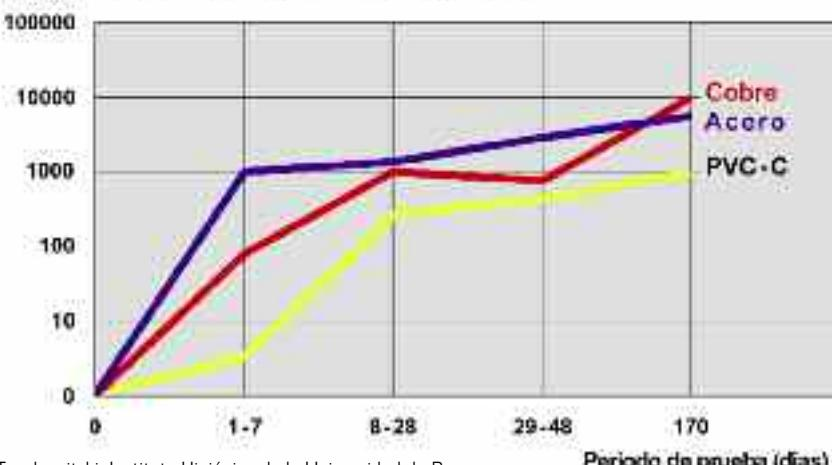

Figura 3
3.- Alta resistencia química y térmica: de 0°C a 95°C. No sólo es una ventaja de cara a la durabilidad a largo plazo de la instalación si no también es de suma importancia para el mantenimiento. La hipercloración para desinfección por legionella no le afecta químicamente ya que el propio material está hecho de cloro ni así el choque térmico al que se someten las instalaciones para la limpieza exhaustiva (60-70°C). Esto hace del C-PVC un material óptimo para aquellos edificios especialmente sensibles como hospitales, colegios, hoteles. En la Figura 3 podemos ver un comparativo de la colonización bacteriológica según los materiales.